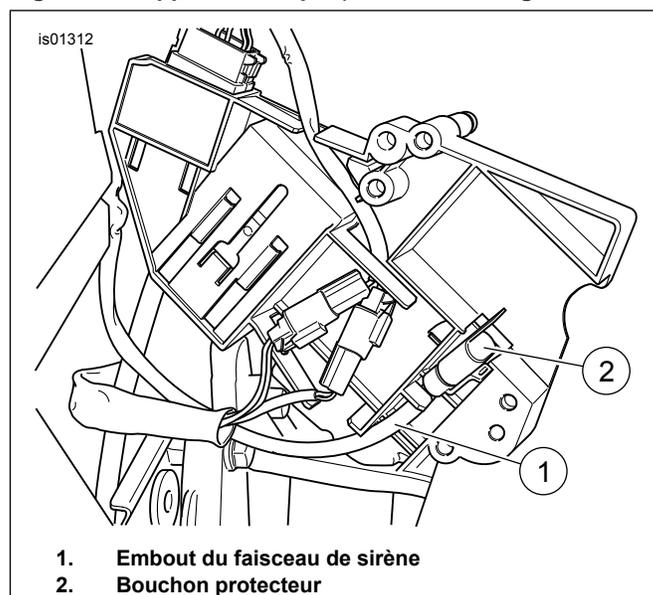

Figure 14. Faisceau du câble de sirène (Touring 2002-2007)
5. Figure 14 Enlever la laisse du harnais de la sirène (1) de derrière le support électrique et enlever le bouchon protecteur (2) du connecteur de la sirène de sécurité (142B).